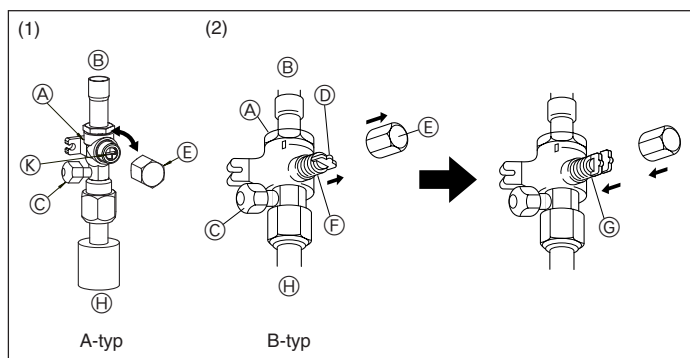

Fig. 5-7
(1) A-typ (Fig. 5-7)
(2) B-typ (Fig. 5-7)